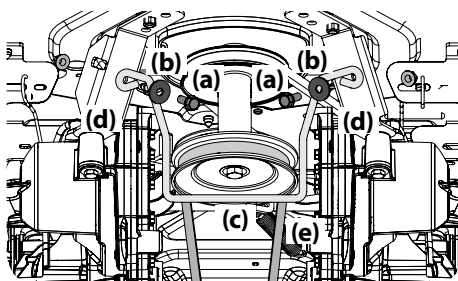
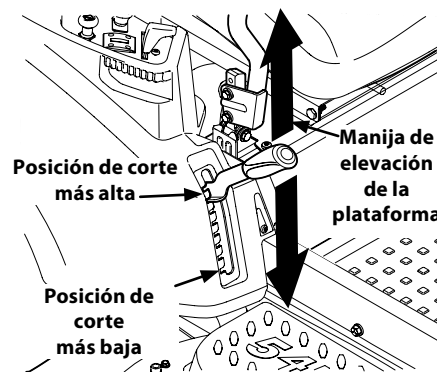

Figura 4-10
Figura 4-12
- Extraiga el tornillo de arandela hexagonal (a), la arandela plana (b) que asegura la varilla del guardacorrea (c) con los soportes de montaje (d) y retire varilla del guardacorrea (c). Consulte la Figura 4-10.
- Retire la correa en 'V' (e) de la polea de la toma de fuerza (PTO), ubicada en la base del motor en los tractores de PTO manual, y prosiga con el Paso 9. Consulte la Figura 4-10.
- Usando la manija de elevación de la plataforma, levante la plataforma a la posición que le ofrece mayor recorrido horizontal de la correa entre las poleas locas de la plataforma y la polea de la PTO en la base del motor. Consulte la Figura 4-12.
- d. Baje la plataforma hasta la posición de corte más baja usando la manija de elevación de la plataforma. Consulte la Figura 4-12.
- e. Baje la plataforma hasta la posición de corte más baja usando la manija de elevación de la plataforma. Consulte la Figura 4-12.
11. Ubique la manija de elevación de la plataforma en la posición de corte más elevada y deslice la plataforma hacia afuera desde abajo del tractor. Consulte la Figura 4-12.
- Figura 4-12. Deslice la plataforma debajo del tractor del lado derecho del mismo, alineando las ménsulas de suspensión de la plataforma y los brazos de elevación de la plataforma.
- Reinstale la varilla del guardacorrea (Consulte la Figura 4-12 y el cable de la PTO (Consulte la Figura 4-10).